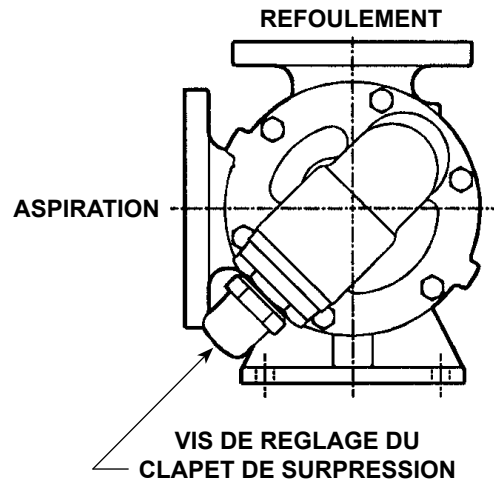

FIGURE 3
3. Le chapeau de la vis de réglage du clapet doit toujours pointer vers le côté d'aspiration de la pompe. Si la rotation est inversée, enlevez le clapet et retournez-le (Voir "Rotation de la pompe" page 11 pour des indications supplémentaires concernant une utilisation correcte). Voir Figure 3.